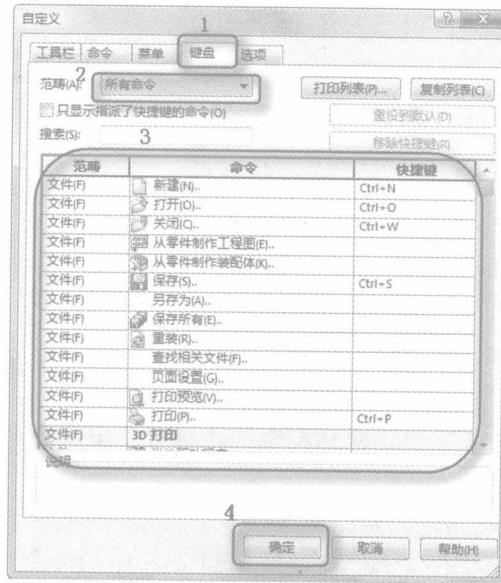

图 1-27 “自定义”对话框
(1) 执行命令。执行【工具】→【自定义】菜单命令，或者在工具栏区域单击鼠标用鼠标右键，在快捷菜单中选择“自定义”选项，此时系统弹出“自定义”对话框。
(2) 设置快捷键。选择对话框中的“键盘”标签，此时会弹出如图 1-27 所示的“键盘”标签的类别和命令选项。